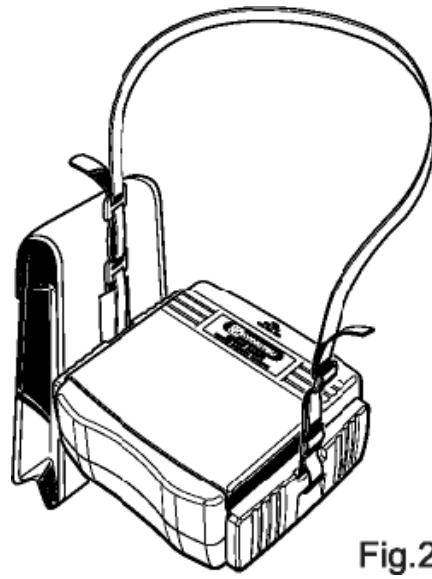

Fig.21
- 2) 穿上肩带的带扣，调整肩带到一个合适的安全长度。（图. 21）